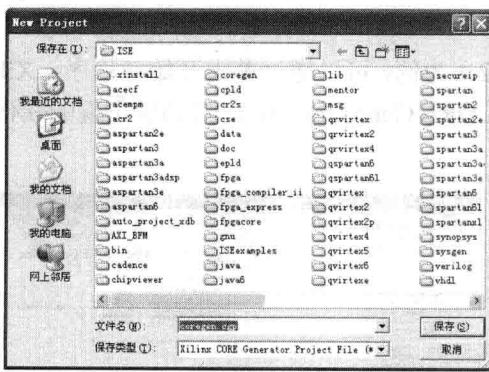
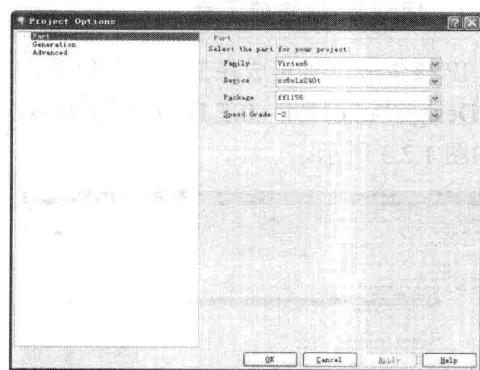

图 1.2.4 选择工程名称和存放路径对话框
图 1.2.5 工程选项设置窗口
在使用 IP 核生成工具创建 IP 核前要先创建工程。在主界面上单击 File→New Project 或者单击工具条上的图标 ，出现如图 1.2.4 所示对话框，用于设置工程名称和工程存放路径。设置好工程名称和存放路径后单击保存按钮，自动弹出工程选项窗口，如图 1.2.5 所示，在该窗口中可选择和配置应用 IP 核的 FPGA 芯片系列、具体型号、封装类型和速度等级等。单击 OK 按钮后返回主界面，创建工程完毕。
在 IP 核生成工具主界面窗口（见图 1.2.3）上单击菜单 Project→Project Options 或者单击工具条上的图标，即可打开项目选项窗口，如图 1.2.5 所示。在项目选项窗口可以设置和修改当前工程的配置。该窗口中包含三个选项页面。
(1) 工程选项的组件页面。图 1.2.5 显示的是工程选项的组件页面，该页面用于选择 FPGA 芯片系列、具体型号、封装类型和速度等级。